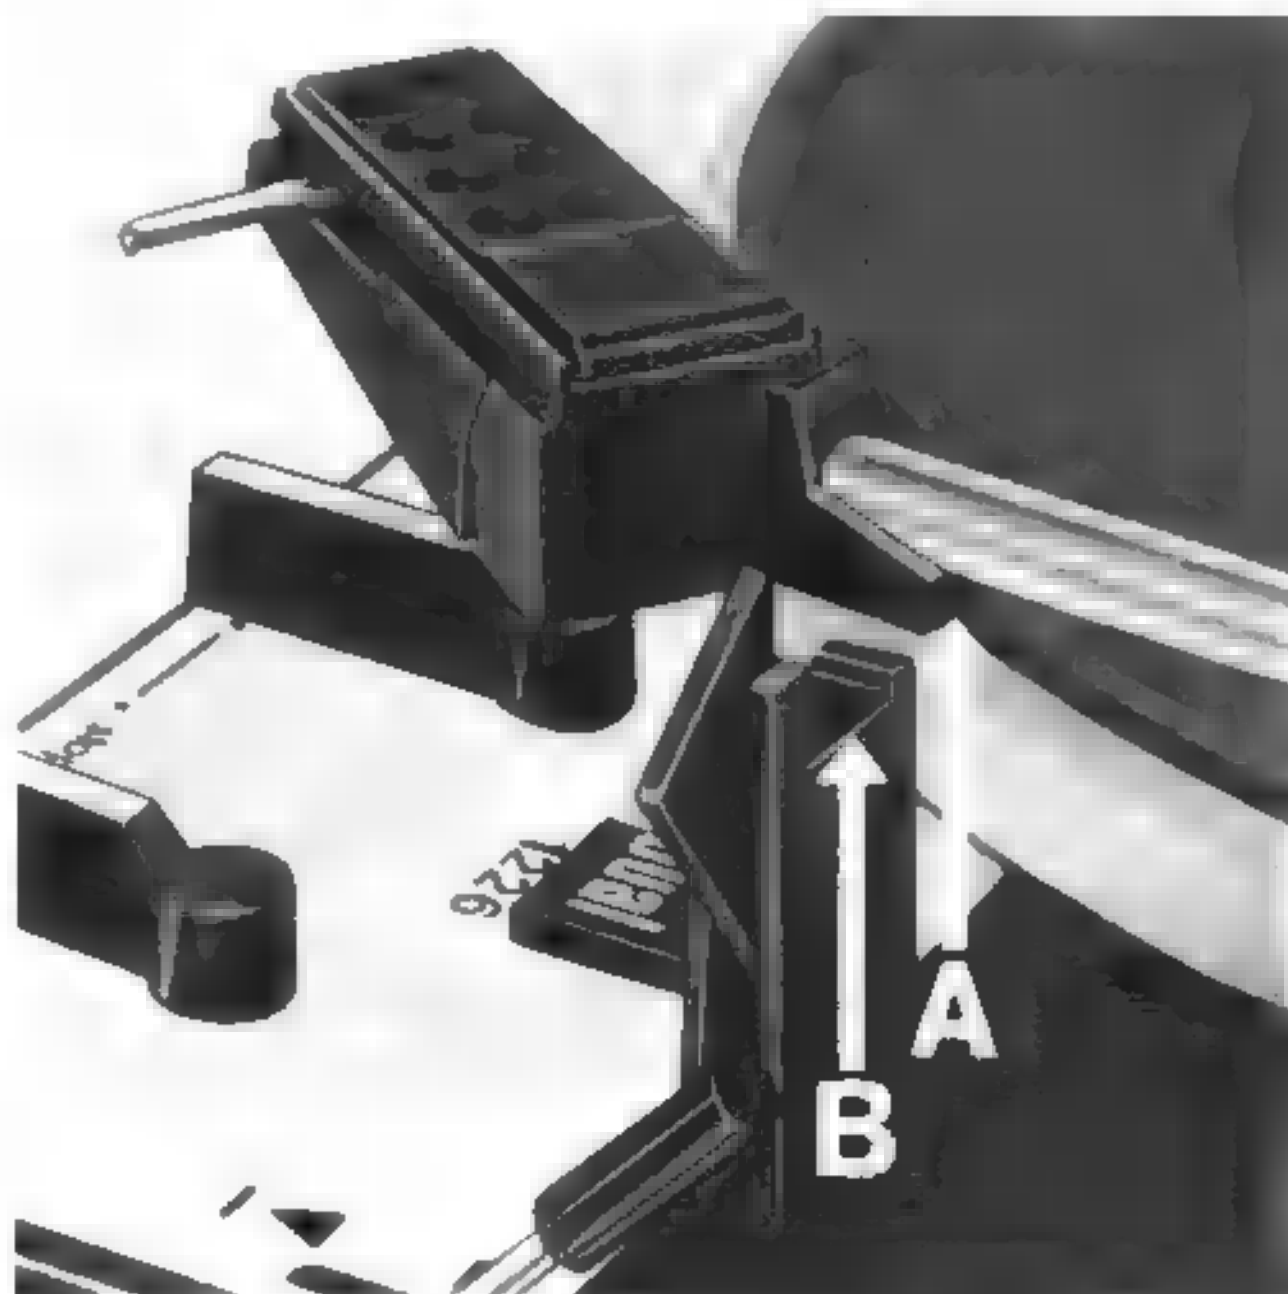

Fig. 21
1. Auflagekraftskala (8) und Antiskating-skala (11) auf "0" stellen.
3. Wenn der Tonarm sich nicht von selbst horizontal einpendelt, Feststellschraube (10) lösen und das Balancegewicht mit dem Dorn so lange verschieben, bis sich eine ungefähre Balance ergibt. Der Dorn des Balancegewichtes ist dann durch Anziehen der Feststellschraube (10) zu arretieren.
4. Die exakte Balance des Tonarmes durch Drehen des Balancegewichtes herstellen. Der Tonarm ist ausbalanciert, wenn Kante "A" des Tonarmkopfprofils und Kante "B" der Tonarmstütze auf gleicher Höhe sind (Fig. 21), oder wenn der Tonarm sich nach Antippen in vertikaler Richtung wieder von selbst in die horizontale Lage einpendelt. Beim Ausbalancieren des Tonarmes muß dieser von der Kinematik entkoppelt sein.
1. Set stylus pressure dial (8) and anti-skating dial (11) to "0" (zero).
3. If the tonearm does not come to rest horizontally, loosen setscrew (F) and slide the counterbalance with its shaft until an approximate balance has been achieved. Then secure the shaft of the counterbalance by tightening the setscrew.
4. Now find the exact balance by turning the counterweight. The tonearm is exactly balanced when edge "A" of the tonearm head profile is at precisely the same height as edge "B" of the tonearm rest (Fig. 21), or when the tonearm, after being tapped into vertical position, returns automatically to a horizontal position. When balancing the tonearm, the automatic mechanism must be